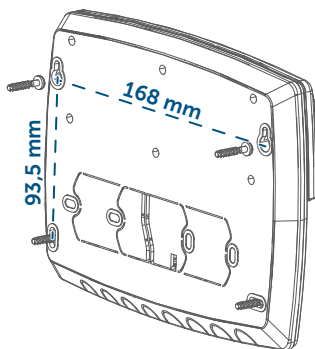

Figure 2
- Posez la Multi IO Box en insérant les chevilles fournies et en serrant les vis (voir Figure 2).